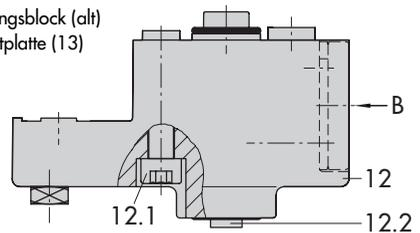

Bild 4 · Direktanbau – Stelldruckanschluss für Antrieb Typ 3277 mit 240, 350 und 700 cm²
1. Mitnehmer (3) an die Antriebsstange setzen, ausrichten und so festschrauben, dass die Befestigungsschraube in der Nut der Antriebsstange sitzt.
2. Abdeckplatte (10) mit schmaler Seite des Ausbruches (Bild 4 links) in Richtung zum Stelldruckanschluss befestigen, die aufgeklebte Flachdichtung (14) muss zum Antriebsjoch zeigen.
3. Bei Antrieben mit 700 cm² am Hebel **M** (1) auf der Stellungsreglerrückseite den Abtaststift (2) aus Stiftposition **35** lösen und in die Bohrung für Stiftposition **50** umsetzen und verschrauben.
Beim **alten** Verbindungsblock (Bild 4 unten) muss die Schaltplatte (13) so gedreht werden, dass das entsprechende Antriebsymbol zur Pfeilmarkierung ausgerichtet ist.
7. Verbindungsblock (12) mit seinen Dichtungen an Stellungsregler und Antriebsjoch ansetzen und mit Befestigungsschraube (12.1) festziehen.